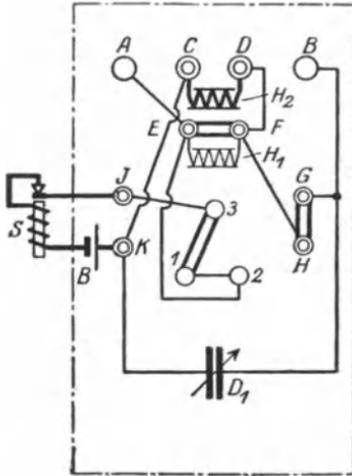

Abb. 15. Meßgerät als Wellenmesser.
c) Verwendung als Wellenmesser. Man kann das Gerät nach dem Schema (Abb. 15) als Wellenmesser schalten und in
e) Verwendung als Wellenfalle. Wünscht man eine bestimmte Welle vom Empfang auszuschalten, so benutzt man die Schaltung nach Abb. 15 (Wellenmesser mit abgeschaltetem Summer) und stellt die auszuschaltende Wellenlänge am Wellenmesser ein. Koppelt man nun den Wellenmesser eng mit der Station, so wird die eingestellte Welle beim Empfang stark geschwächt.
k) Aufsuchen von Stationen. Schaltung ist identisch mit Abb. 15. Die Anwendung erfolgt in folgender Weise: Die Wellenlänge der Station wird am Wellenmesser eingestellt, der Wellenmesser mit der eigenen Station gekoppelt und die Abstimmittel der Station so lange verändert, bis der lauteste Ton des Summers im Hörer wahrzunehmen ist. Dann ist die eigene Station auf die fremde Station eingestellt.